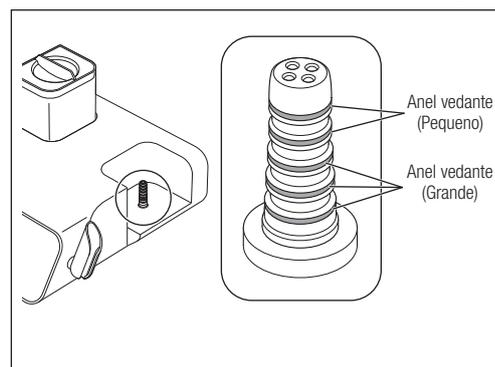

Fig. 48
- 1) Retire os anéis vedantes do conector na base da câmara utilizando uma agulha, etc. (Fig. 48).
- Uma vez que o tamanho dos anéis vedantes é diferente, certifique-se de que os substitui na localização certa (Fig. 48).